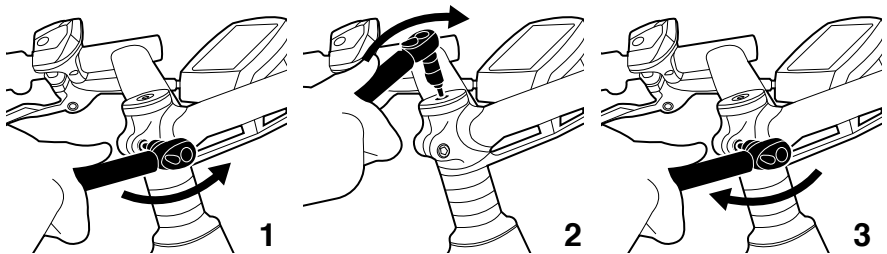

Abb. 12. Schritte zur Einstellung des Steuersatzes
Der Steuersatz verfügt jeweils oben und unten am Steuerrohr über ein Lager und eine Lagerschale. Alle Moustache-Fahrräder sind mit einem Ahead-Steuersatz ausgestattet. Dieser wird anhand der runden Kappe oben am Vorbau eingestellt (*siehe Abb. 12*).
1. Lösen Sie die Schraube(n) am Vorbau, siehe Schritt 1 in *Abb. 12*
2. Ziehen Sie dann schrittweise (ohne Gewalt) die Schraube in der Aheadkappe an, bis kein Spiel mehr vorhanden ist, siehe Schritt 2 in *Abb. 12*.
4. Ziehen Sie die Schraube(n) am Vorbau wieder mit dem empfohlenen Anzugsdrehmoment an, siehe Schritt 3 in *Abb. 12*.